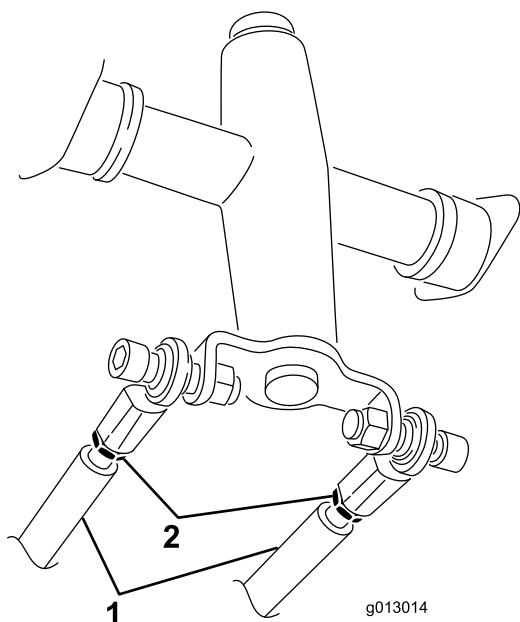

Рисунок 52
3. Ослабьте контргайки на штоках привода под панелью управления (Рисунок 52).